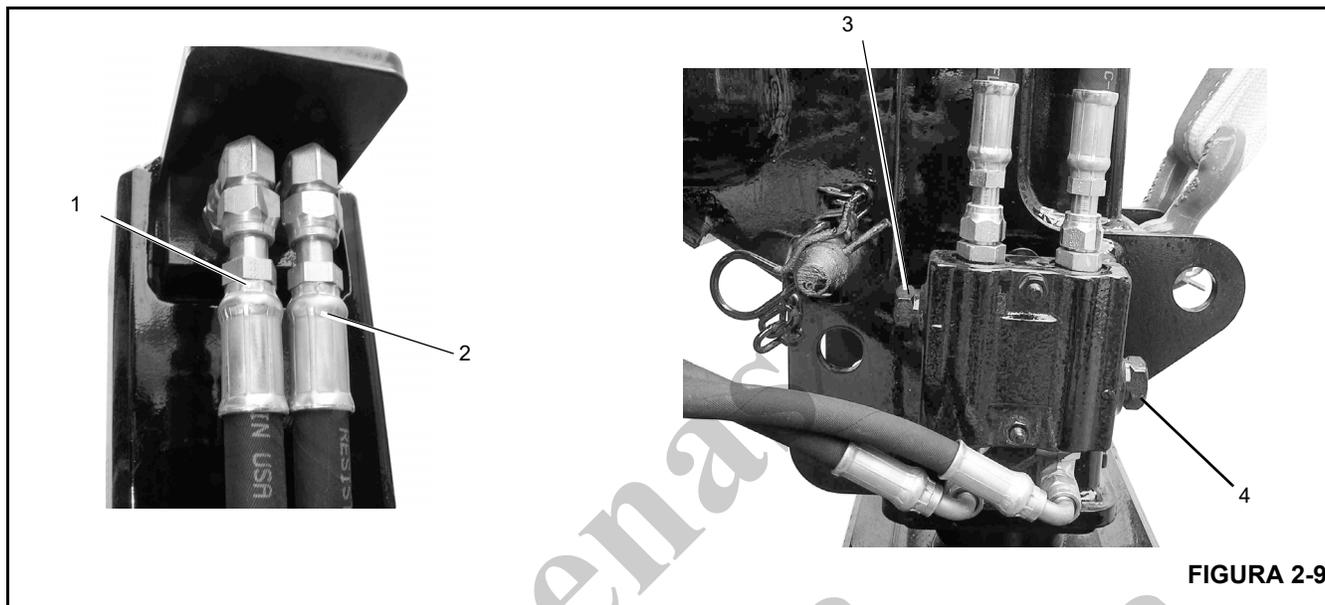

FIGURA 2-9
- Desconecte as linhas de retração (1, Figura 2-9) e extensão (2) do SFO. Tampe a linha de retração (1) e instale um manômetro na linha de extensão (2).
- Ajuste a válvula de alívio de extensão (4, Figura 2-9) no bloco de orifícios do estabilizador dianteiro único em 3.447 kPa +689/-0 (500 psi +100/-0).